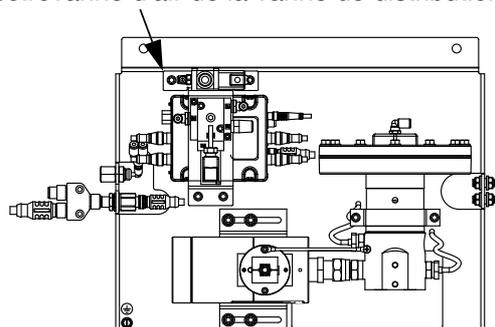

FIG. 39 : Électrovanne d'air de la vanne de distribution
4. Si la vanne de distribution ne peut être actionnée à partir du centre de commande, consulter FIG. 39 et exécuter les étapes suivantes afin d'ouvrir la vanne de distribution et relâcher la pression du produit :
- a. Actionner manuellement le piston de l'électrovanne afin d'ouvrir toutes les vannes de distribution de cette plaque de produit et relâcher la pression du produit. Voir FIG. 39.